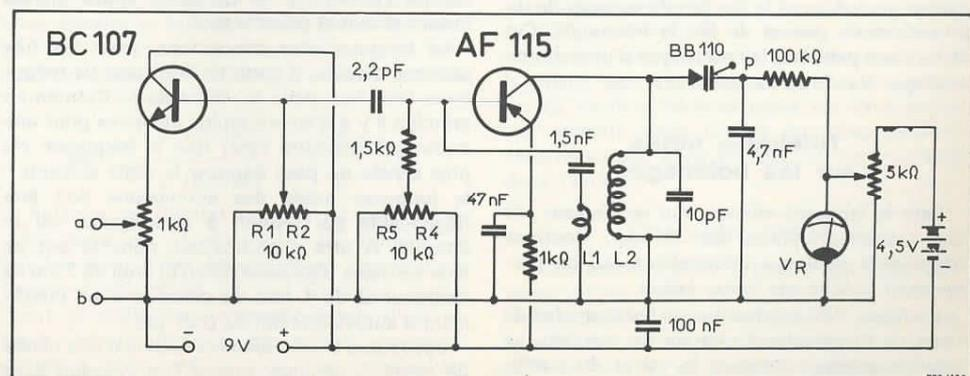

Fig. 180
**L'oscillateur.** La figure 180 montre le schéma du montage réalisé, il est classique : un circuit accordé comme charge collecteur, une bobine